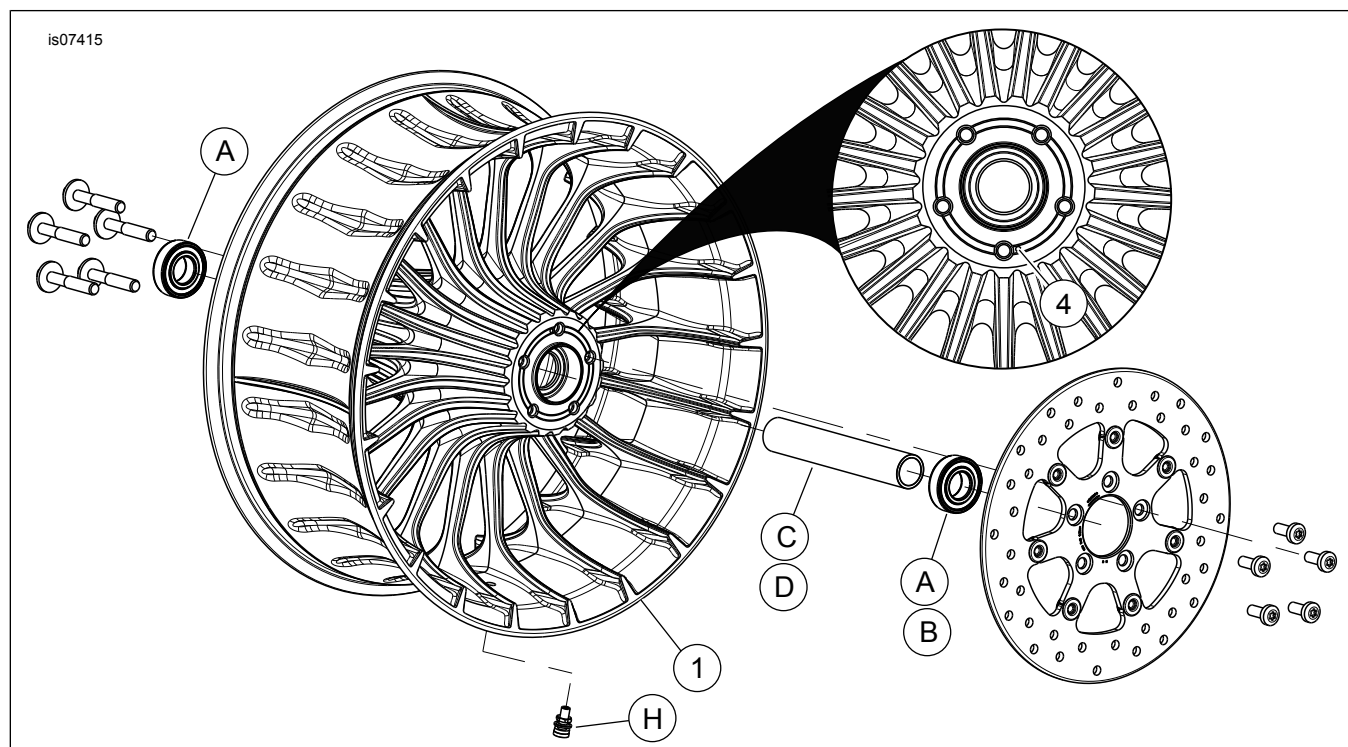

Рисунок 1. Запасные части: Заднее колесо Turbine
Данные комплекты включают в себя только кастомное колесо. См. Рисунок 1 и Таблица 2.
2. См. Рисунок 1. Установите шток клапана в сборе (H) на колесо. См. руководство по техническому обслуживанию.